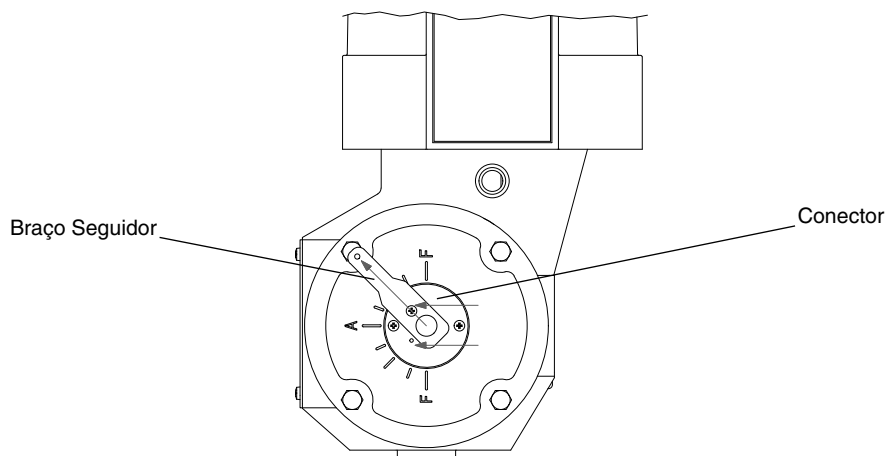

Figura 13 – Montagem do conector e do braço seguidor no atuador rotativo da válvula EXL (configuração ar-para-fechar / falha-abre)
- Instale o conector no garfo do atuador com os dois furos auxiliares voltados para a esquerda (vide Figura 13). Aperte firmemente os dois parafusos que fixam o conector no garfo.